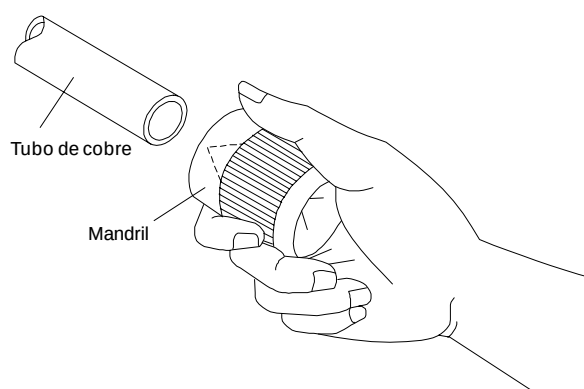

Figura 7
- Remova os resíduos na ponta do tubo de cobre com um mandril ou lima. Este processo é importante e deve ser feito cuidadosamente para garantir um bom flangeamento (Figura 7).